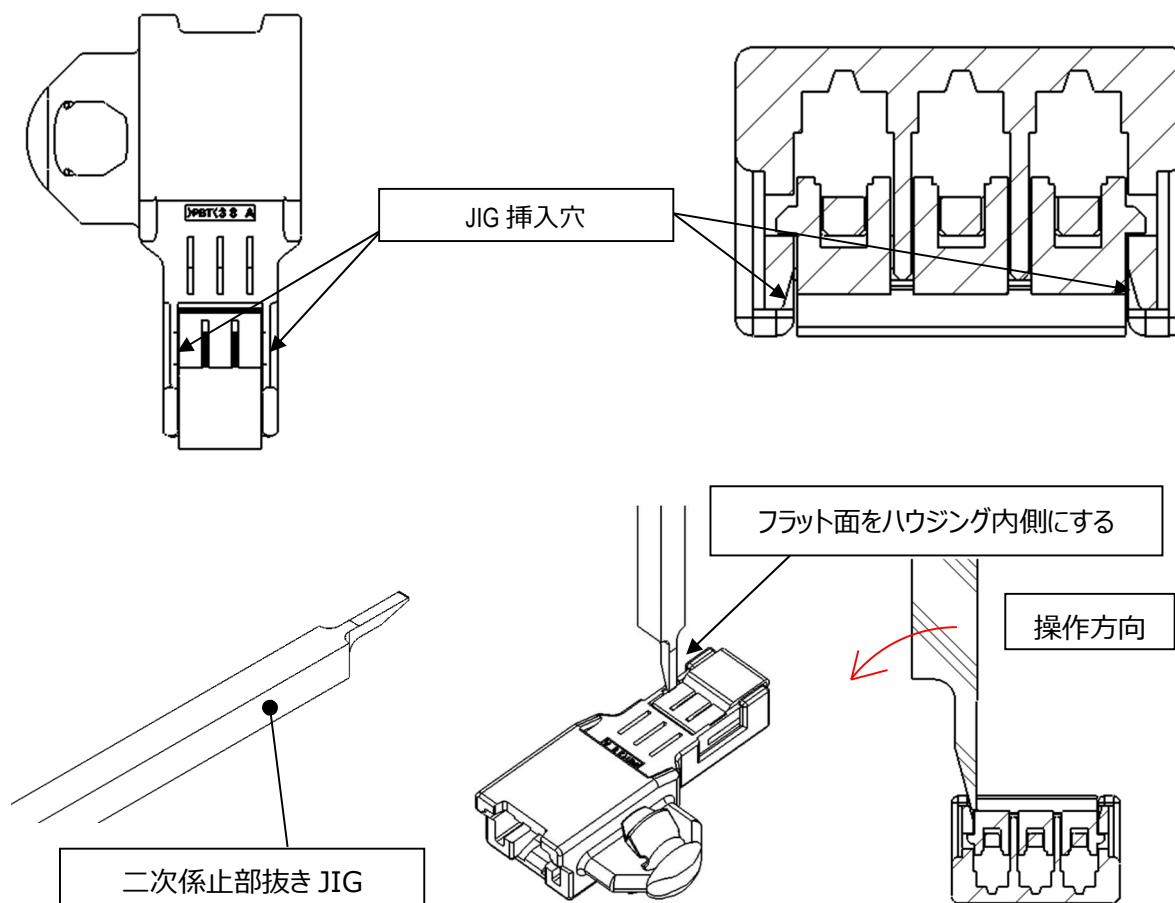

図 30.二次係止部解除方法
①二次係止部の初期位置が変わっていることがありますが、性能上問題ありません。
- ①ハウジング底面の二次係止部誘いテーパに専用 JIG を差し込み、図 30 に示す方向に JIG を回転させ二次係止部を片側ずつ押し出してください。